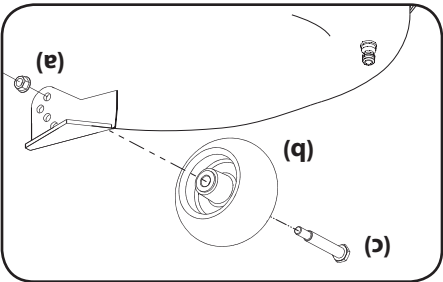

Figure 2-13
- a. Enlevez le contre-écrou (a) qui maintient l'un des boulons à épaulement d'une roue de guidage sur le plateau de coupe. Démontez la roue de guidage et le boulon à épaulement. Voir la Figure 2-13.